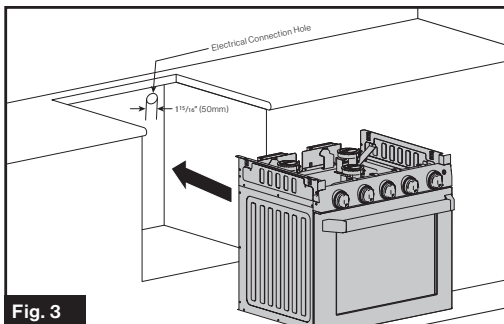

Fig. 3
4. Deslice la cocina en la abertura del armario. Verifique que el horno esté nivelado de lado a lado y de adelante hacia atrás. (Fig. 3)